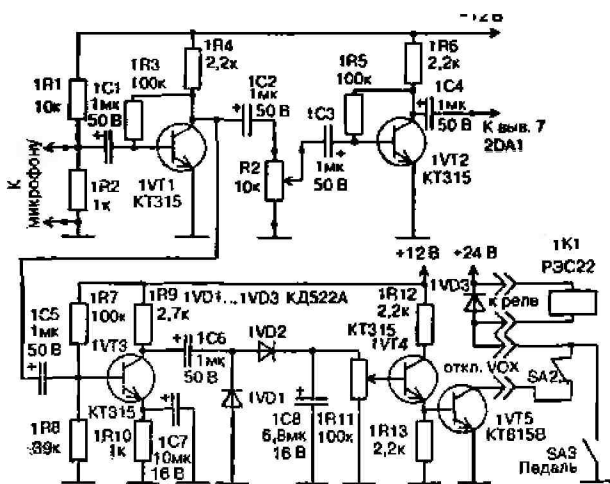

Рис. 3.1. Схема микрофонного усилителя и системы голосового управления приставкой – VOX
- » микрофонный усилитель на двух транзисторах 1VT1, 1VT2 (КТ315) и схему голосового управления радиостанцией — VOX — на транзисторах 1VT3...1VT5, реле 1K1 (рис. 3.1);